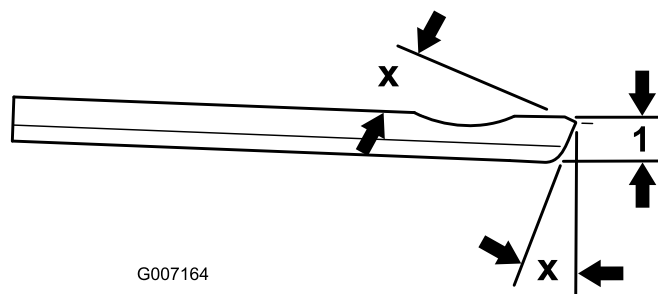

Figura 23
**Nota:** L'angolo di affilatura superiore e anteriore raccomandato della controlama è di 3-7 gradi (Figura 23).